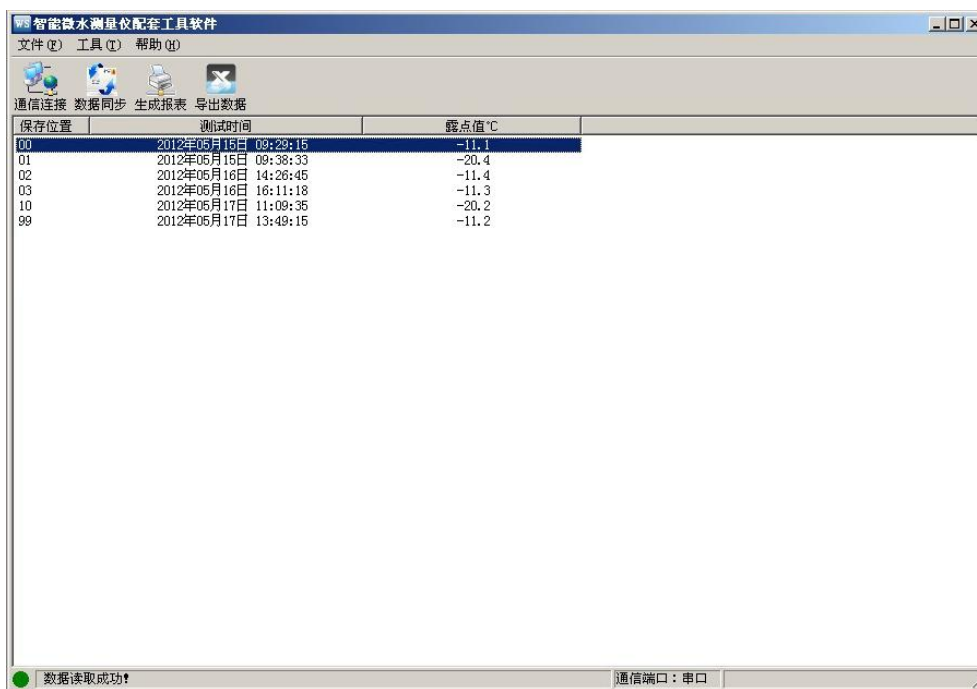

图 19 数据同步
- ①仪器开机后没有进入计算机通信界面；
- ②USB 数据线或串口数据线连接不稳定；
- ③使用 USB 数据线，但 USB 驱动程序没有正确安装；
- ④安装 USB 驱动程序后，没有重新拔插 USB 数据线。
(4) 数据同步。点击“数据同步”按钮，读取仪器中的测量数据。在读取数据时，状态栏的右下角位置显示当前读取数据的位置，读取数据时只读取该位置的有效数据。读取完毕状态栏显示“数据读取成功”，此时光标停留在测量列表的最下方，窗口右方对应的值为光标所在位置的测量数据，如图 19 所示。